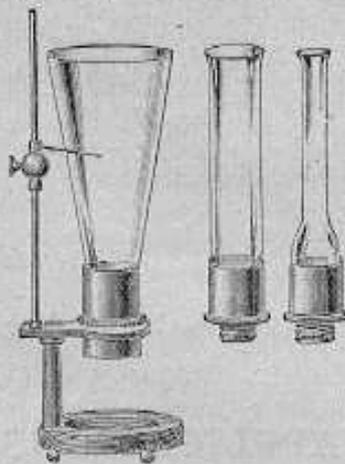

Fig. 71.
**Appareil de Pascal, modifié par Masson** pour démontrer que la pression au fond des vases dépend de la hauteur de la colonne de liquide et de la dimension du fond et non de la forme des vases (fig. 71) . . . . . 50 fr.